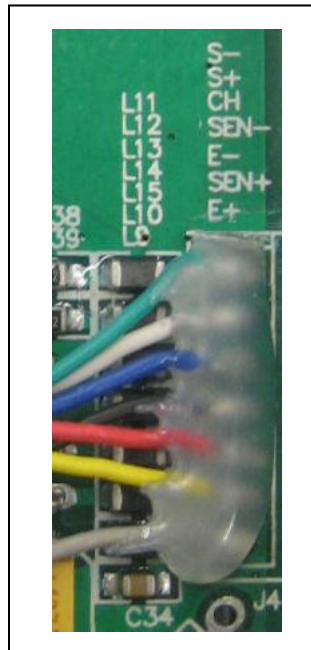

Abb. 1
- ⇒ Die einzelnen Leitungen des Lastzellenkabels an der Platine anlöten, s. Abb.1. Details sind den technischen Daten der Lastzelle zu entnehmen.